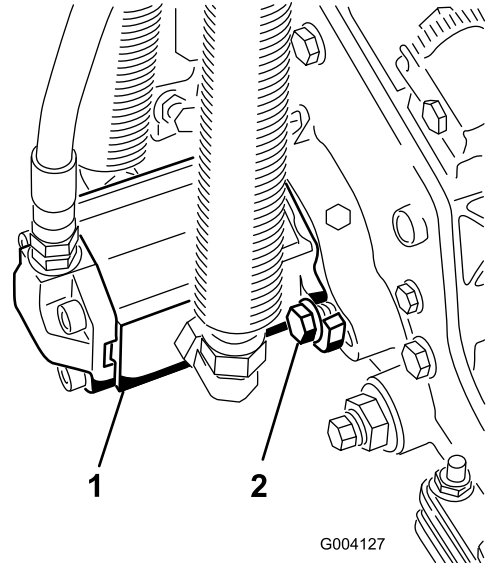

Bild 32
3. Montieren Sie den Motor; drehen Sie ihn nach rechts, damit die Motorflansche nicht die Schrauben berühren (Bild 32).